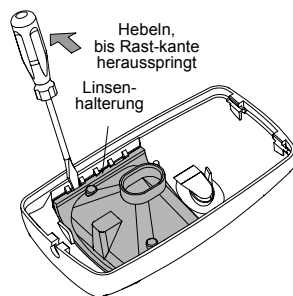

Abb. 11. Lösen d. Linsenhalterung
- A. Linsenhalterung vom Gehäusedeckel wie in Abb. 11 gezeigt trennen.